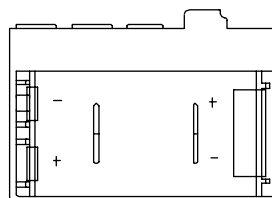

fig.5
**Opera** va alimentato con due comuni pile Alcaline stilo da 1,5V che ne garantiscono il funzionamento per almeno 2 anni. L'inserimento delle pile può essere facilmente effettuato nell'apposito vano, situato nella parte inferiore del modulo, con la polarità indicata sulla plastica stessa all'interno del vano (fig.5).